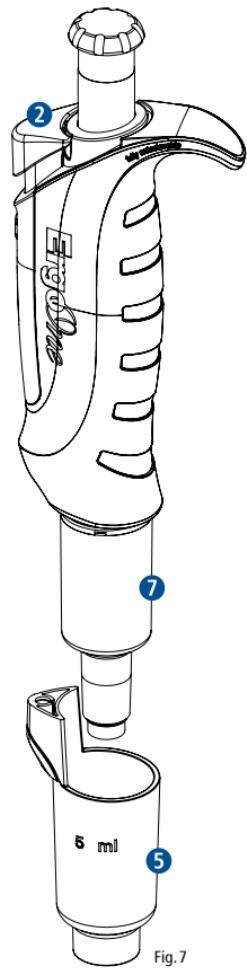

Fig. 7
- Presione completamente el botón de expulsión ② y tire del casquillo de expulsión de puntas ⑤ hacia abajo (Fig. 7).